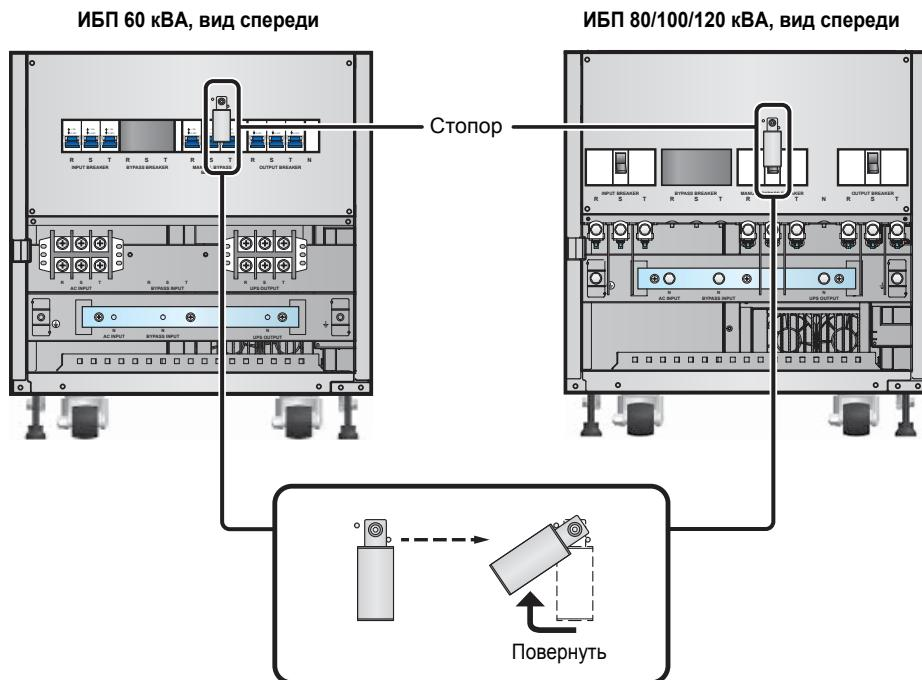

Рис. 7-1. Стопор ручного переключателя байпаса
2. Перед первым пуском ИБП проверьте, что все подключения выполнены правильно и разность напряжений между нулевым рабочим проводником (N) и землей (\ominus) меньше 3 В.
7. Перед включением ручного переключателя байпаса разблокируйте его, повернув стопор влево. См. Рис. 7-1.